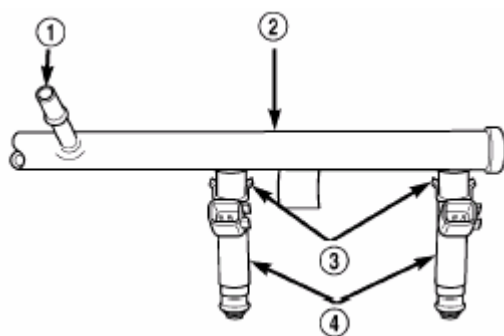

Рис. 9. Крепление топливной форсунки:
2. Отсоедините зажимы 3, удерживающие форсунки на топливном канале (Рис. 9).